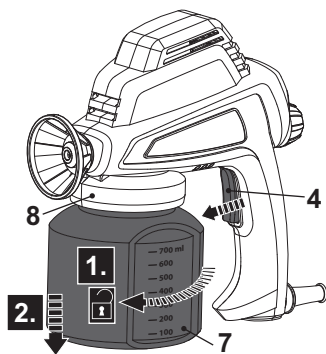

Fig. 7
- > Suelte el interruptor de ON/OFF (encendido/apagado) (4) para apagar el producto.
- > Vierta toda la pintura restante en otro recipiente para vaciar el contenedor de pintura (7). Limpie a fondo el recipiente de pintura (7) con un producto de limpieza adecuado, que no contenga aceite.
- > Introduzca gradualmente el producto de limpieza en el recipiente de pintura (7), pulse el interruptor ON/OFF (encendido/apagado) (4) para encender el producto, pulverícelo a través de la boquilla de pulverización (9a) y la válvula (13) hasta que el producto de limpieza salga como una niebla clara y transparente.
- > Suelte el interruptor ON/OFF (encendido/apagado) (4) para apagar el producto, desconéctelo de la red eléctrica y retire el recipiente de pintura (7) del soporte del recipiente de pintura (8) (Fig. 7)